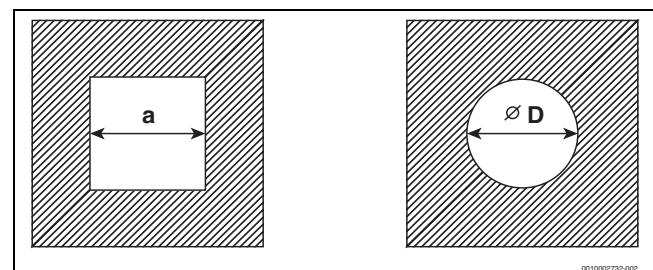

Bild 5 Rechteckiger und runder Querschnitt
- Prüfen, ob die zulässigen Schachtmaße für den vorgesehenen Einsatzfall gegeben sind. Wenn die Maße  $a_{min}$  oder  $D_{min}$  **unterschritten werden**, ist die Installation **nicht zulässig** (→ Bild 5 und Tab. 7).